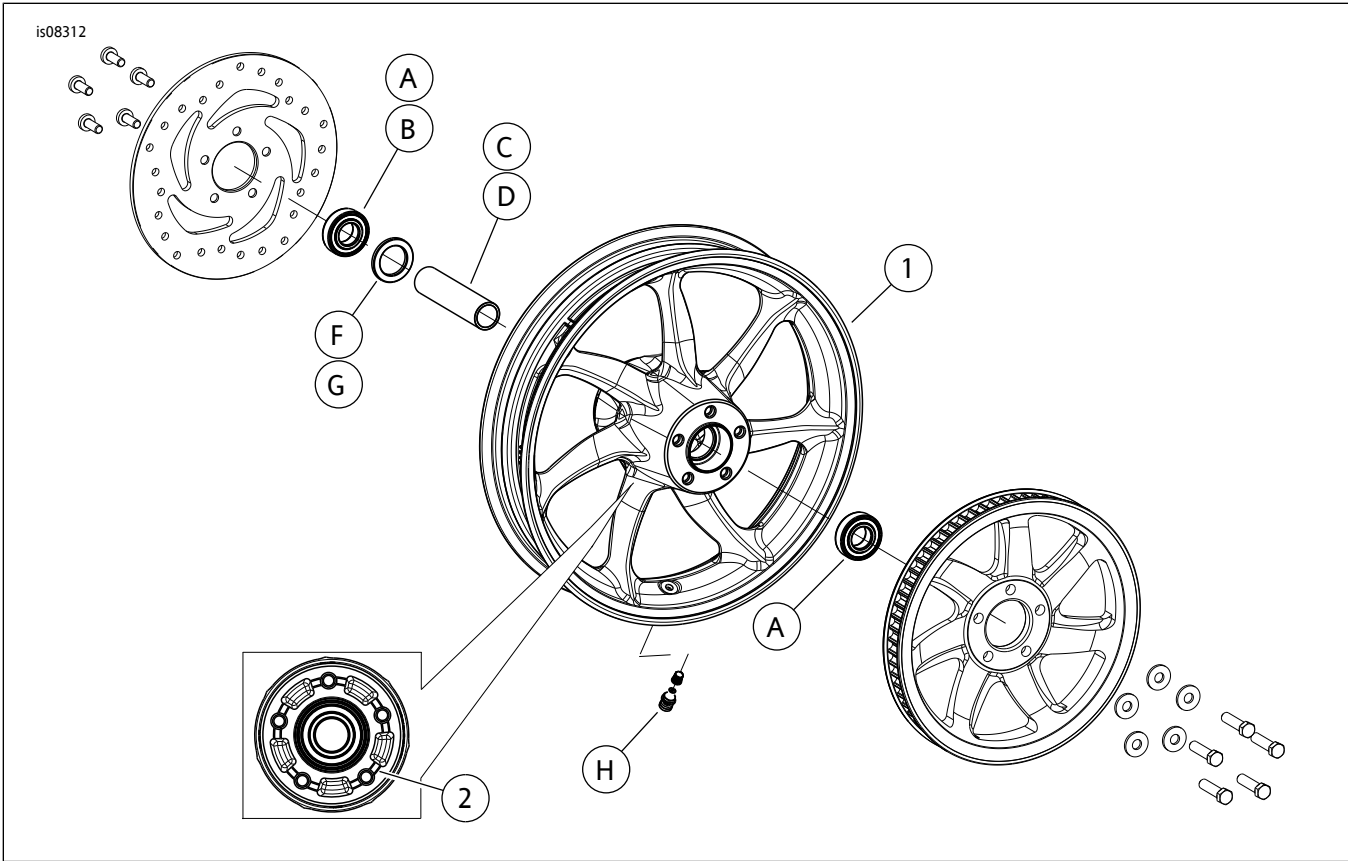

图1。维修零件：Machete后轮(图示为16英寸)
参见图1。和表2。
2. 参见图1。在车轮上安装阀杆组件(H)。参阅维修手册中的“轮胎”部分。